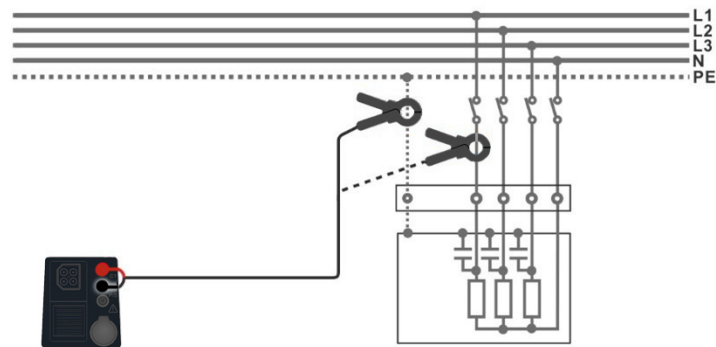

Abbildung 7.60: PE-Ableitstrom- und Laststrommessungen
- › Schließen Sie die Stromzange am Prüfobjekt an, siehe **Abbildung 7.60**.